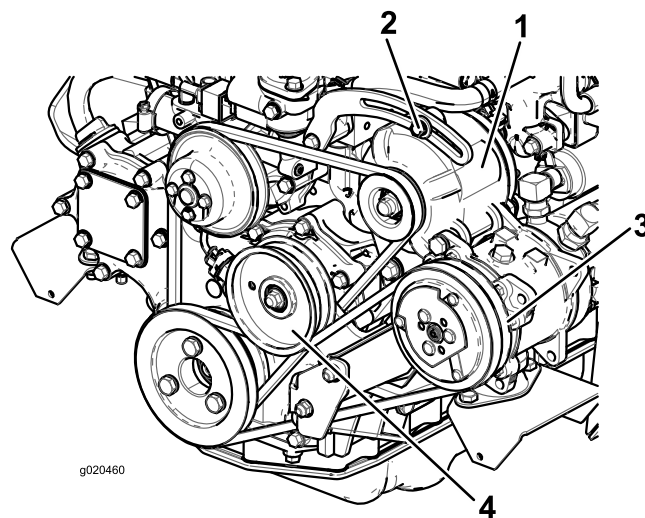

Figura 72
Se a deslocação obtida não for igual a 10 mm, deve desapertar os parafusos de montagem do alternador (Figura 72).
Verifique o estado e a tensão da correia (Figura 72) após cada 100 horas de funcionamento.
2. Se o desvio obtido não for igual 10 mm, deverá libertar o parafuso de montagem da polia intermédia (Figura 72). Aumente ou diminua a tensão da correia do